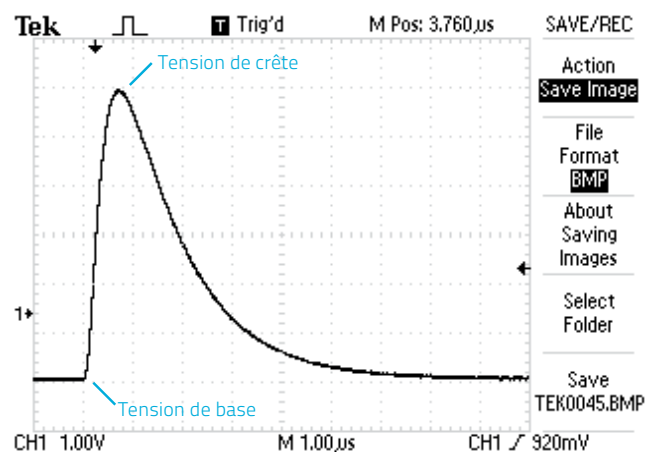

Fig. 1 Tension de sortie type pour un détecteur pyroélectrique
- Lorsque vous exposez le détecteur au laser pulsé, vous obtenez une tension de sortie intégrée qui augmente depuis la ligne de base jusqu'à une crête en environ 500  $\mu$ s ou moins; vous devez mesurer la tension depuis la ligne de base jusqu'à la crête (fig. 1)